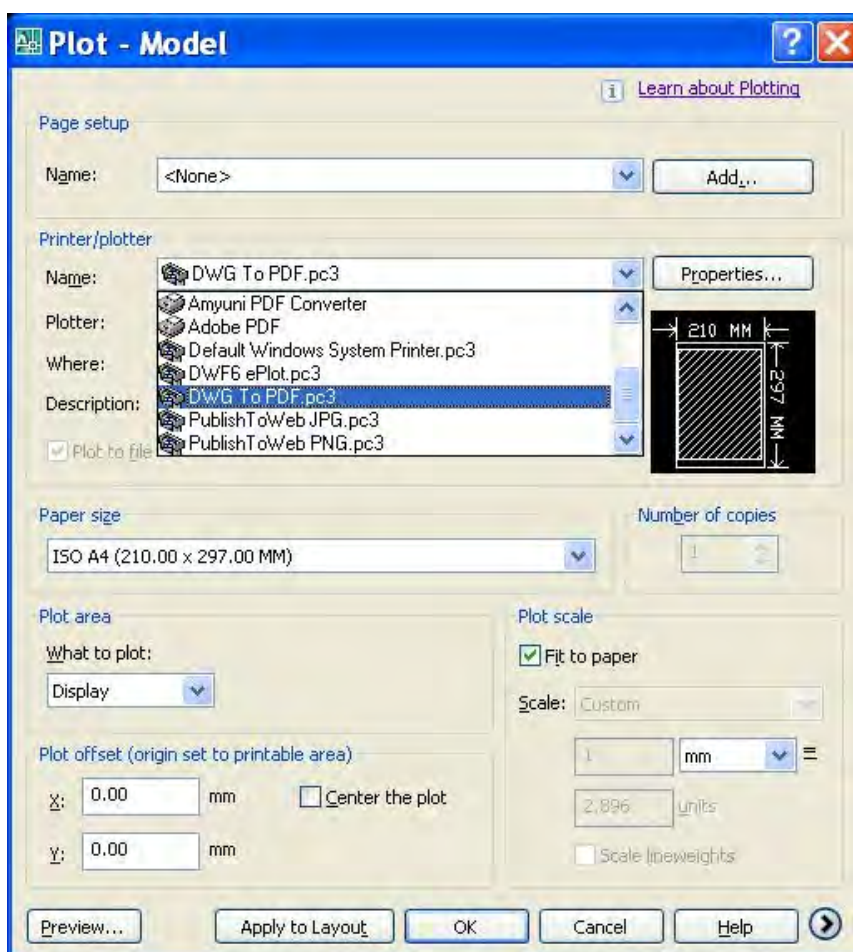

Рис. 33. Диалоговое окно Plot
2. В диалоговом окне **Plot** (рис. 33) в группе **Printer/plotter** выбрать в поле **Name** значение **DWG to PDF.pc3**.